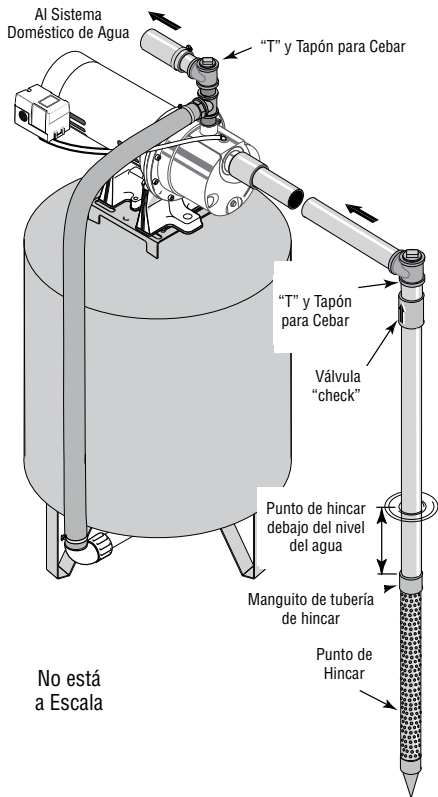

Figura 1 - Instalación del punto de hincar de hincar
Instalación del punto del pozo (punto de hincar) (Figura 1)
3. Utilice el menor número de conexiones posible (especialmente codos) al conectar la tubería desde el punto del pozo al orificio de succión de la bomba. La tubería de succión debe ser por lo menos del mismo tamaño que el orificio de succión en la bomba (incluya una válvula "check" si su equipo no está equipado con una) - Vea la Figura 1. Soporte la tubería para que no haya inclinaciones verticales o hundimientos en ella a fin de que no se ejerza tensión sobre el cuerpo de la bomba y con el propósito de que no se incline ligeramente hacia arriba desde el pozo hacia la bomba (los puntos altos pueden ocasionar que se formen bolsas de aire que pueden bloquear la bomba). Selle las juntas de la tubería de succión con cinta sellante de PTFE para roscas de tubería o con un compuesto a base de PTFE especial para las juntas de las tuberías. Las juntas deben de ser a prueba de agua y estar herméticamente cerradas. Si la tubería de succión pudiera succionar aire, la bomba no podría sacar agua del pozo. Si un punto de pozo no proporciona suficiente agua, considere la posibilidad de conectar dos o tres puntos de pozo a una tubería de succión.